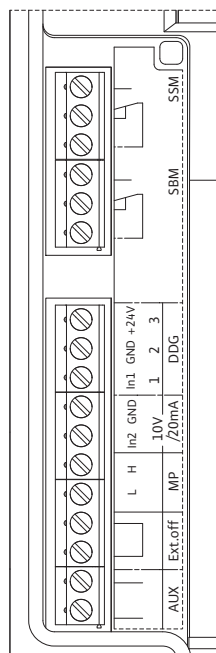

Fig. 29: Bornes de commande
- Bornes de commande (Fig. 29)